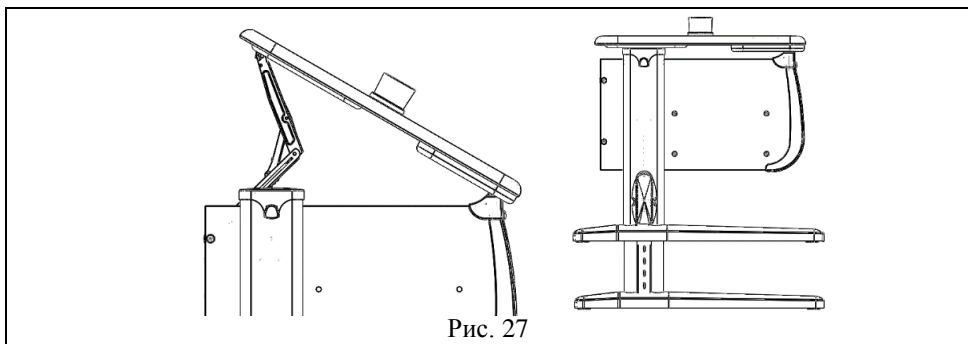

Рис. 27
6.2 Для удобства эксплуатации потребителями различных возрастных групп стол имеет возможность ступенчатой регулировки столешниц по высоте и углу наклона (см. рис. 27).